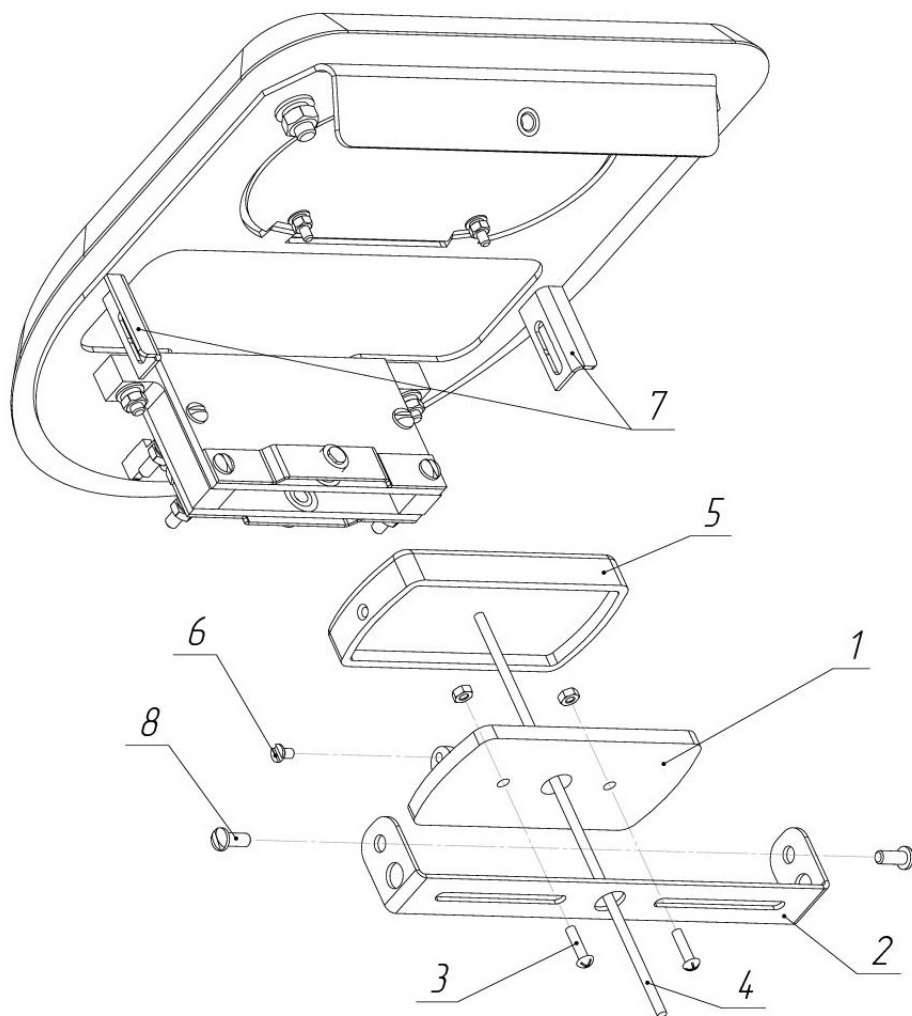
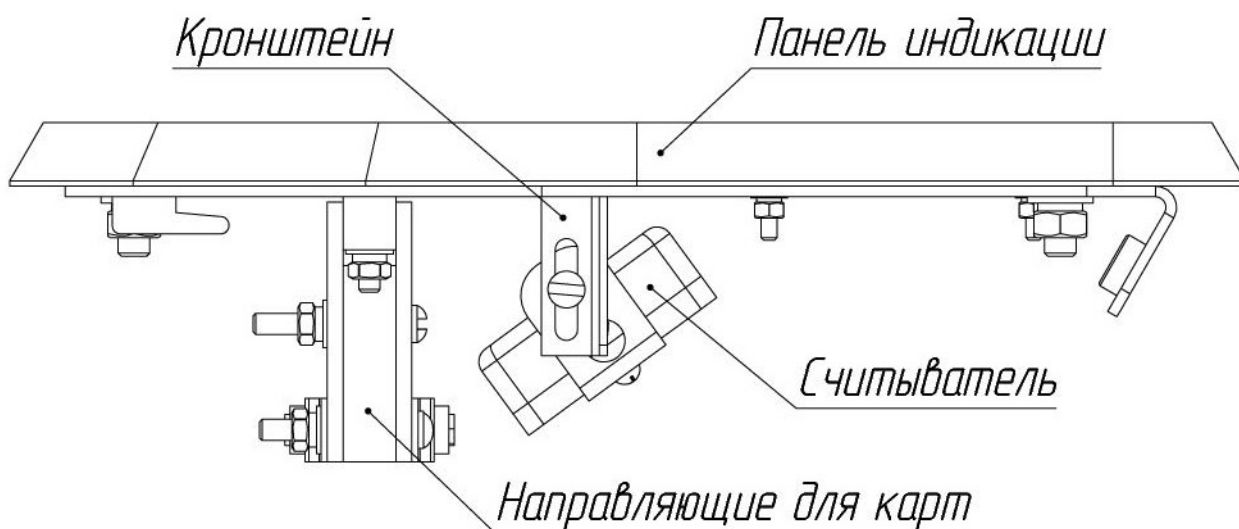

Рис. 15. Схема установки считывателя бесконтактных карт
Рис. 16. . Рекомендуемый вариант установки считывателя бесконтактных карт
6.5.3. Выкрутите 2 винта М4 (8,рис. 15) и снимите универсальный кронштейн для считывателей (2,рис. 15).
6.5.4. Разберите считыватель, выкрутив винт М3 (6,рис. 15), и установите его нижнюю часть (1,рис. 15) на кронштейн, используя крепеж(3,рис. 15).
6.5.5. Заведите кабель считывателя (4,рис. 15) в отверстие кронштейна, установите верхнюю часть считывателя (5,рис. 15). Закрутите винт М3 (6,Рис. 15).
6.5.6. Зафиксируйте кронштейн на держателях (7,рис. 15), используя винты М4 (8,рис. 15). Рекомендуется устанавливать считыватель под углом 40...50° к направляющим для карт (рис. 16). В